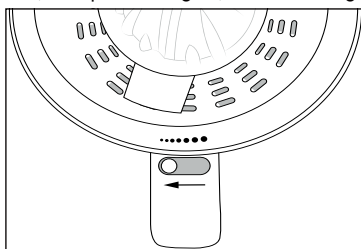
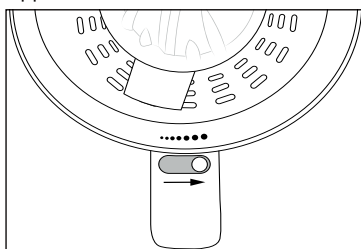

Fig. 2
Fig. 3
- ◆ Indstil indholdet af frugtkød i saften fra fin (små punkter, Fig. 2) til grov (store punkter, Fig. 3) med indstillingsknappen **6**.